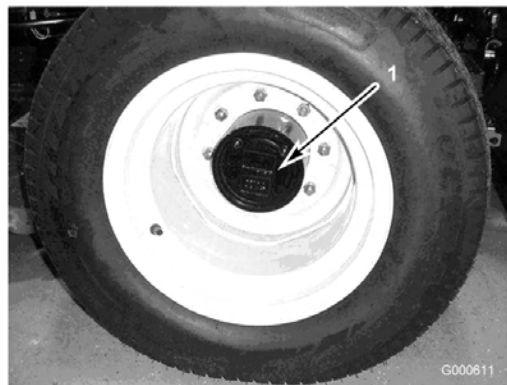

図 43
1. 平らな場所で、ホイールの点検/ドレン・プラグ（図43）が一番下（時計の6時の位置）に来るように停止させる。